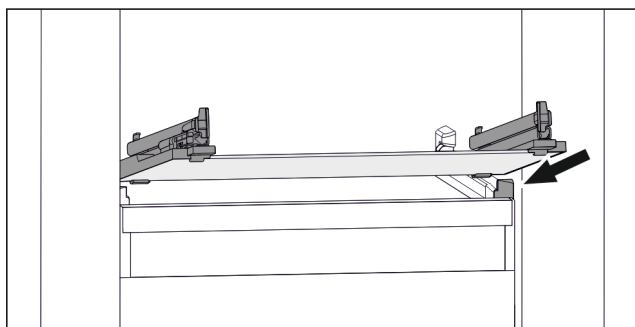

Fig. 109 Exemple de représentation de la tablette en verre
- Placer la tablette en verre, en l'inclinant, derrière les butées. (voir Fig. 109)